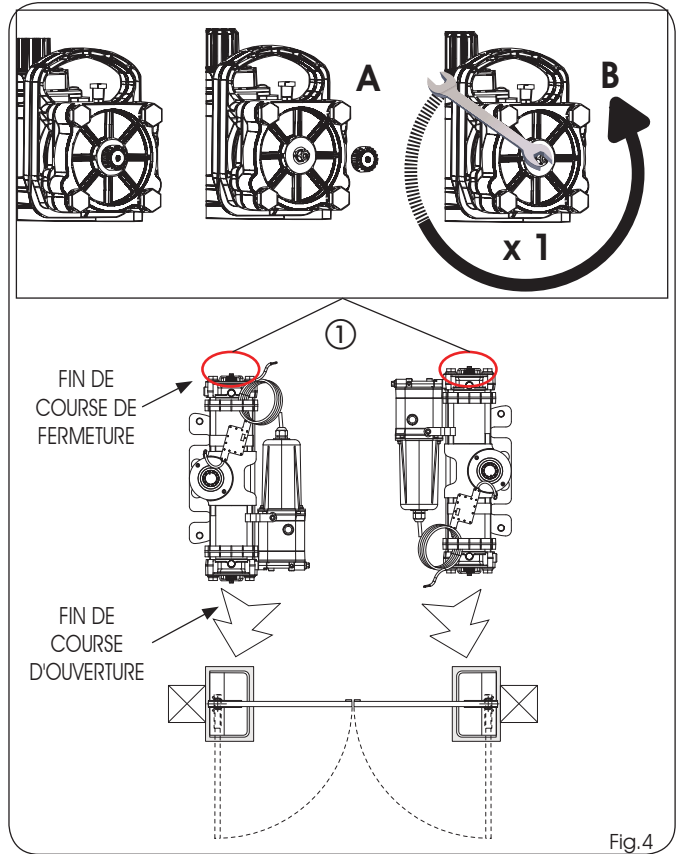

Fig.4
3) Sur l'opérateur, dévisser le bouchon (Fig.4 réf.A) de la vis du fin de course de fermeture (Fig.4 réf. ①) et vérifier que la vis soit vissée à fond.
4) Dévisser d'un tour la vis de fin de course de fermeture (Fig.4 réf.B) (Important pour le couplage correct pignon-douille rainurée lors du montage).